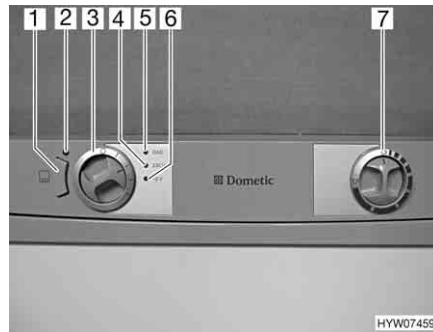

Bild 142 Bedienelemente für den Kühlschrank (Dometic 7er-Reihe mit RH)
- Energie-Wahlschalter (Bild 142,3) auf "GAS" stellen.
- Drehregler (Bild 142,7) auf maximale Leistung stellen. Die Gaszufuhr ist geöffnet. Der Zündvorgang erfolgt automatisch. Ein tickendes Geräusch ist hörbar, bis der Zündvorgang erfolgreich abgeschlossen ist. Die Betriebsanzeige "GAS" (Bild 142,5) leuchtet gelb.
- Energie-Wahlschalter (Bild 142,3) auf "O" stellen. Der Kühlschrank ist abgeschaltet.
- Energie-Wahlschalter (Bild 142,3) auf "230 V" stellen. Die Betriebsanzeige "230 V" (Bild 142,4) leuchtet grün.
- Die Kühltemperatur mit dem Drehregler (Bild 142,7) einstellen.
- Energie-Wahlschalter (Bild 142,3) auf "12 V" stellen. Die Betriebsanzeige "12 V" (Bild 142,6) leuchtet grün.
- Kühltemperatur mit dem Drehregler (Bild 142,7) einstellen.
Bei hohen Außentemperaturen und hoher Luftfeuchtigkeit kann es zur Wassertropfenbildung am Metallrahmen des Frosterfachs kommen. Deshalb ist der Kühlschrank mit einer Rahmenheizung für das Frosterfach ausgestattet. Bei hohen Temperaturen und hoher Luftfeuchtigkeit die Rahmenheizung über die Taste (Bild 142,1) einschalten. So lässt sich Korrosion vermeiden. Wenn die Rahmenheizung eingeschaltet ist, leuchtet die Kontroll-Leuchte (Bild 142,2).